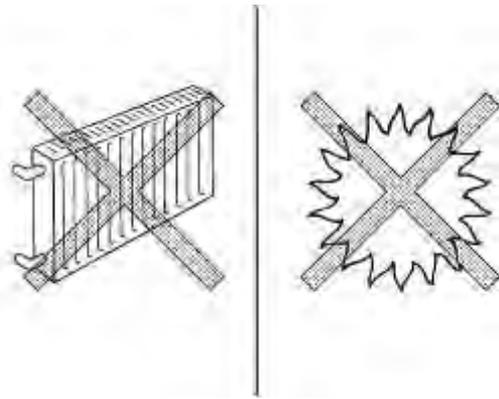

Fig. 1
- Kühlmöbel nicht in der Nähe von Wärmequellen, wie z. B. Heizungen aufstellen. Direkte Sonnenbestrahlung (z.B. durch Fenster) vermeiden (Fig. 1).
- Do not install the cabinet where it is exposed to direct sun light (e.g. through windows) (fig. 1).
- Eviter l'ensoleillement direct (p. ex. par une fenêtre) (fig. 1).
- Evitare gli irradiazioni solari diretti (ad es. Attraverso finestre) (fig. 1).